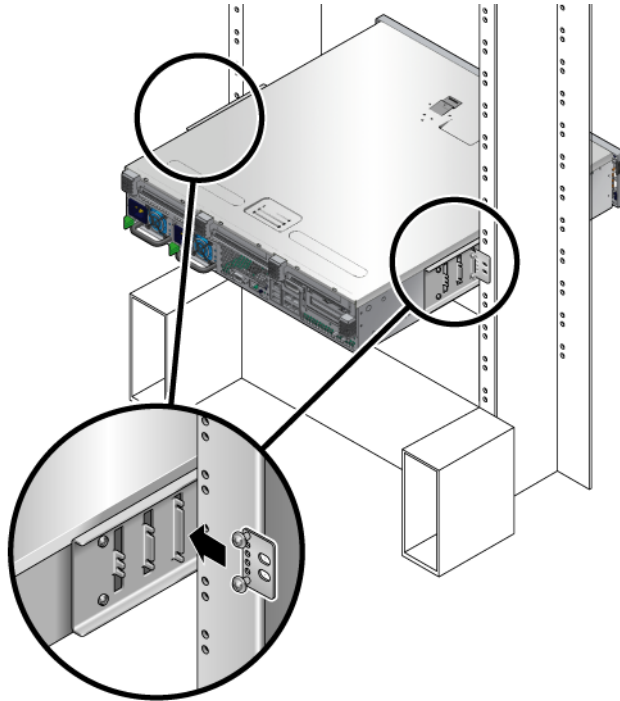

FIGURE 4-12 Installation de la plaque arrière sur le support latéral
Les têtes des vis doivent faire face à l'arrière du serveur et l'autre côté de la plaque arrière doit se situer face au montant du rack (FIGURE 4-12).
- c. Serrez les vis pour attacher la plaque arrière au jeu d'œillets situé sur le support latéral (FIGURE 4-12).